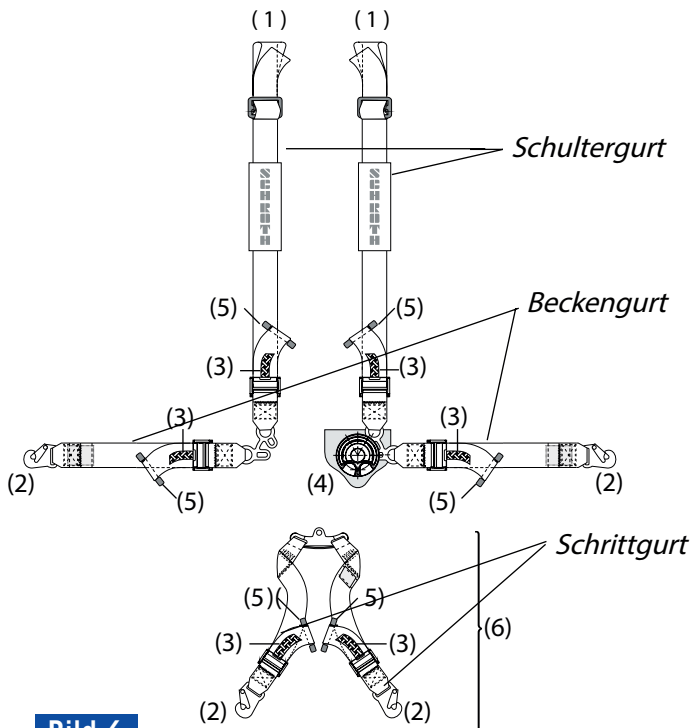

Bild 6
- Die beiden Schultergurte mit Becken-/Beingurt werden zur Seite gelegt und der Schrittgurt (Bild 6) wird nach unten in Richtung Fußende der Korbtrage positioniert
- Die beiden Schultergurte (Bild 6) werden seitlich über den Patienten gelegt. Dann kann der lose Gurt in das Gurtschloss des anderen Gurtes eingesteckt werden.
- Anschließend können alle Gurte mit Hilfe der Gurtspanner (Bild 6) gestrafft werden.